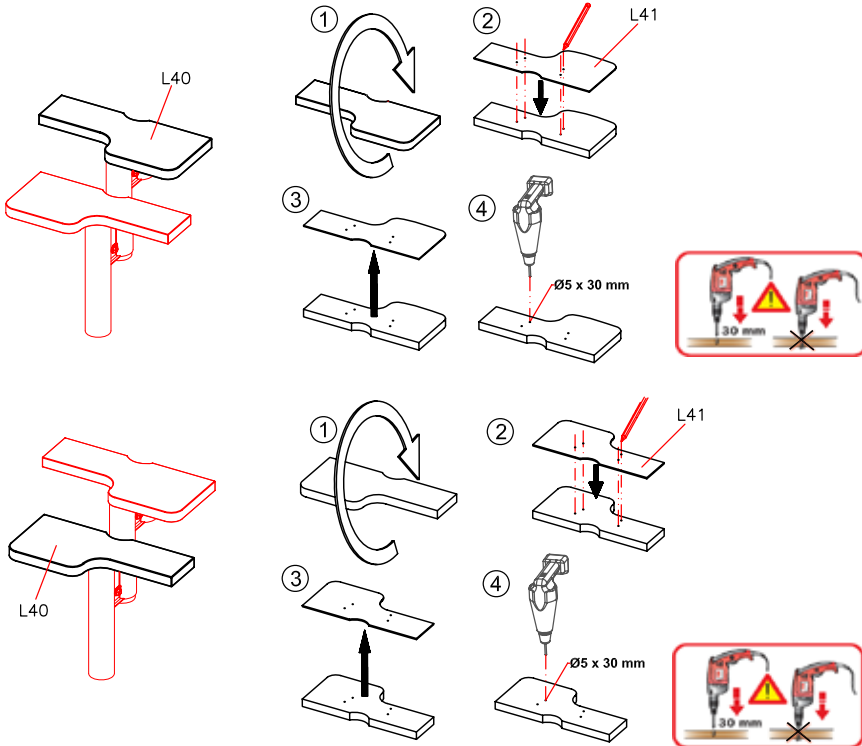

FIG. 5
- a. Teken met potlood 2 evenwijdige streepjes, op het ronde gedeelte van de te verdraaien elementen, met een onderlinge afstand van 9 mm voor het verdraaien van 13° configuratie B of C (fig. 5) en 13 mm voor het verdraaien van 18° configuratie D (fig. 6)